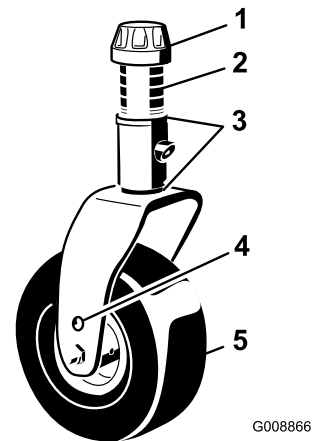

Figura 88
1. Retire el casquillo tensor del eje y deslice el eje fuera del brazo de la rueda giratoria (Figura 88).